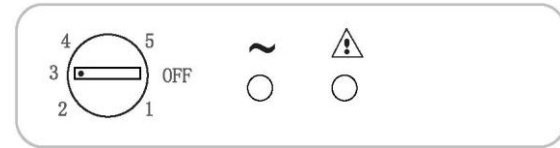

Fig. 3
1) Drej knappen til positionen "0" (fig. 3)